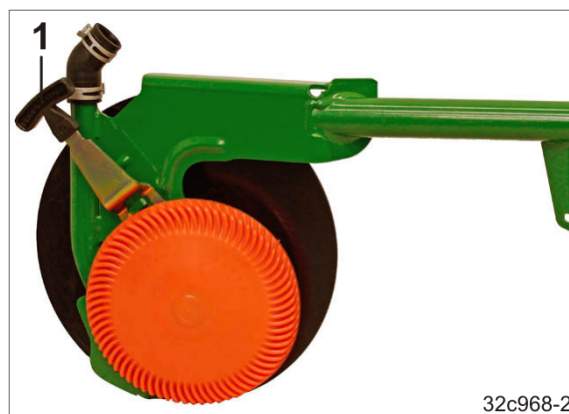

Fig. 179
1. Fixați mânerul (Fig. 179/1) în poziția dorită.